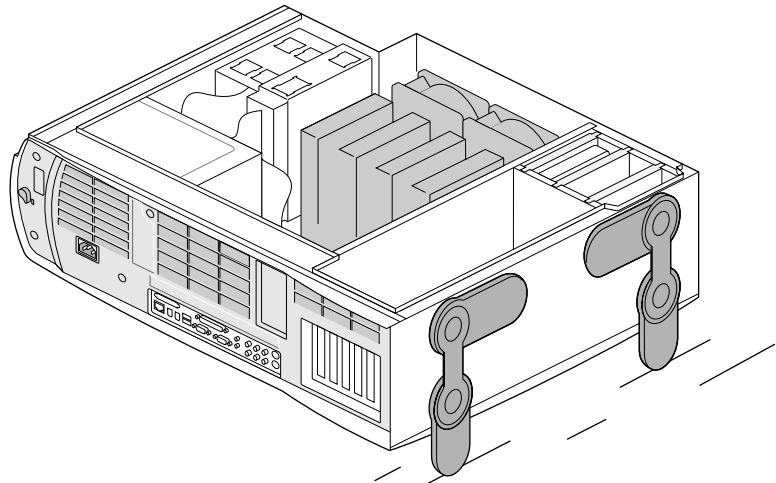

図 2-5 システムを横に寝かせる
プロセッサ、電圧レギュレータ、メモリ、および電源を取り付けるときは、システムを横に寝かせます。横にすると内部がよく見え、ケーブルが邪魔になりません(図 2-5)。以下の手順に従ってください。
4. ワークステーションを横にした後、床に近い方の 2 つの脚を外側に向け、作業がしやすいように安定させます(図 2-5)。